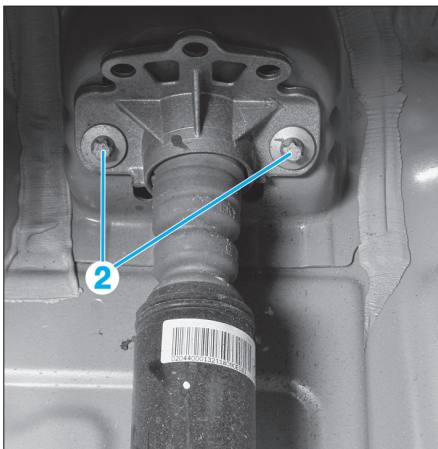

Fig. 24
- Déposer les 2 vis (2) fixant la partie supérieure de l'amortisseur (Fig.24).